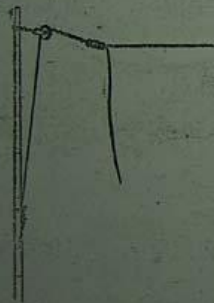

图10
5. 水平銅綫应尽量保持水平状态,必要时可装个滑輪,以便調节它的高低(如图10)。